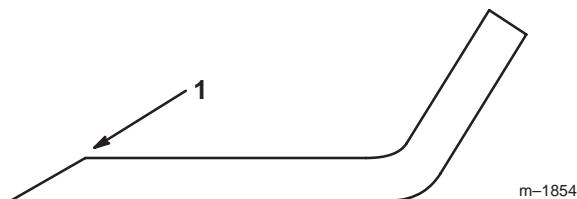

Bild 14
- Schärfen Sie die Schneidkante an beiden Enden des Schnittmessers mit einer Feile (Bild 14). Behalten Sie den ursprünglichen Winkel bei. Das Schnittmesser behält seine Auswuchtung bei, wenn von beiden Schneidkanten die gleiche Materialmenge entfernt wird.